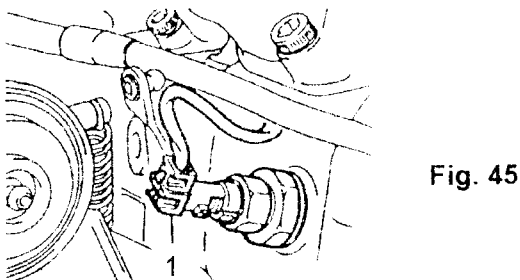

Fig. 45
Fijar el canal del cable en el lugar y conectar el conector (1) en el sensor de temperatura (Fig. 45). Montar el conector en el tapón de protector de calor. Insertar la arandela de inyector haciendo que la parte curva se dirija hacia abajo en la cavidad de boquilla. Montar la boquilla emisora de combustible.